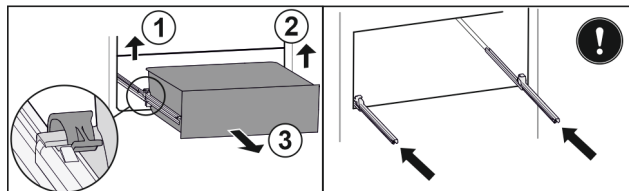

Fig. 110
- ▶ Lyft vänster klämma och dra samtidigt utdragslåda till vänster framåt. Fig. 110 (1)
- ▶ Lyft höger klämma och dra samtidigt utdragslåda till höger framåt. Fig. 110 (2)
- ▶ Ta ut utdragslåda genom att dra den framåt. Fig. 110 (3)